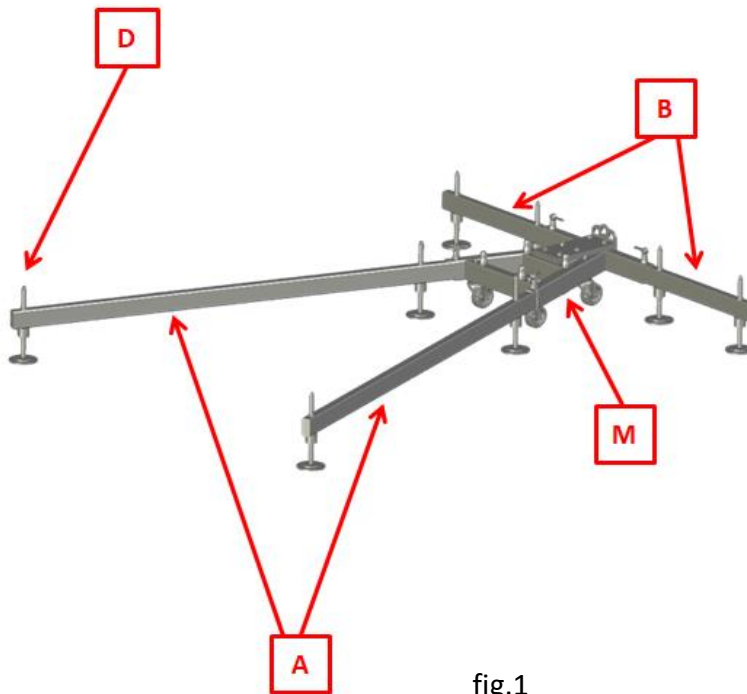

fig.1
a) S'assurer que le sol soit suffisamment ferme et résistant afin d'éviter le poinçonnement provoqué par les coupelles (Rep. D) situées à l'extrémité des pattes (Rep. A et B), (fig. 1).